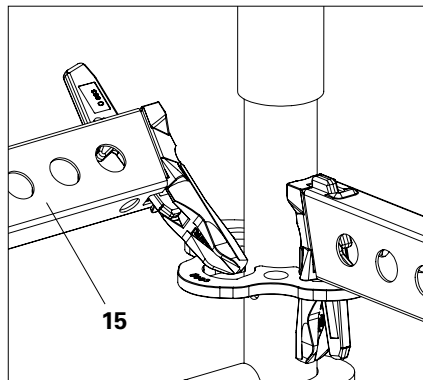

Abb. A3.04a
1. Horizontalriegel UH (15) oder UHV schräg auf beiden Rosetten auflegen und senkrecht stellen. (Abb. A3.04a)